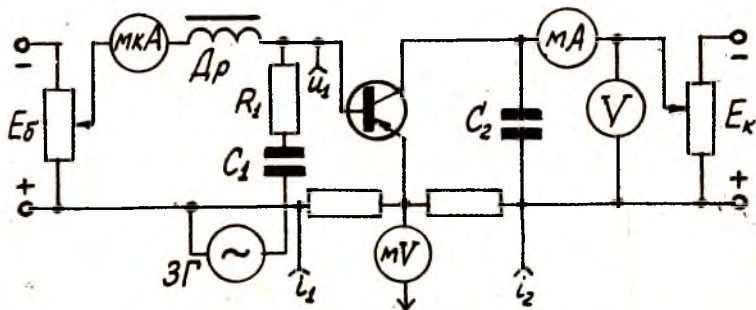
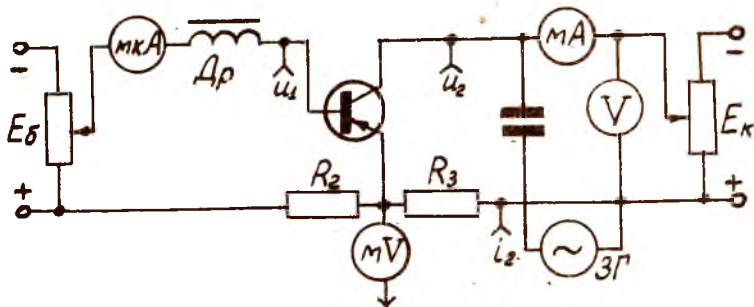

Рис. 19
Рис.20
На рис.19 показана схема для измерения параметров  $h_{11}$  и  $h_{21}$  а на рис.20 - параметров  $h_{12}$  и  $h_{22}$  .
2. Включить схему ( рис.19 ) для измерения параметров транзистора  $h_{11}$  и  $h_{21}$  . Установить напряжения на базе и коллекторе равными нулю и вставить транзистор в термостат.
5. Включить схему ( рис.20 ) для измерения параметров  $h_{12}$  и  $h_{22}$  .
Для измерения параметров  $h_{12э}$  и  $h_{22э}$  предназначена схема рис.20.
Измерение параметров  $h_{11э}$  и  $h_{21э}$  производится с помощью схемы рис.19. Эта же схема используется для снятия характеристики